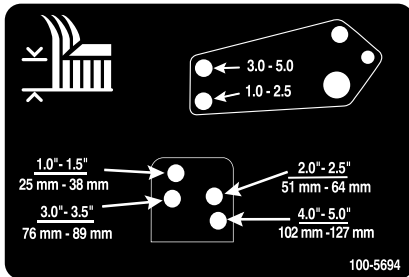

Figure 25
10. Alignez les trous de la bielle d'amortisseur et ceux du support de hauteur de coupe sélectionnés dans le cadre du plateau de coupe, puis insérez les axes de chape et posez les goupilles fendues (Figure 25).